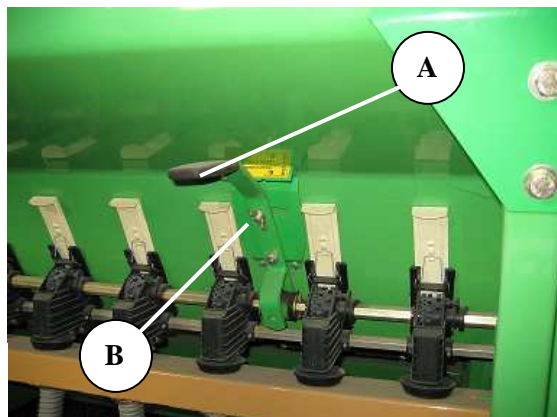

Fig. 20-00
El cambio de un dentado a otro se realiza a través de la palanca (A) de la Fig.20-00. Esta palanca tiene dos posiciones, una para dentado fino y otra para dentado normal. Para cambiar habrá que seguir los siguientes pasos:
1.- Aflojar la tuerca (B) de la Fig. 20-00.
3.- Una vez que coinciden perfectamente las marcas, se desplaza la palanca (A) de la Fig.20-00 en la posición izquierda. Según el sentido de la marcha de la máquina, de este modo tendremos el dentado normal y en la posición derecha según el mismo sentido de la marcha, el dentado fino.
4.- Una vez seleccionado el tipo de dentado, se fija la palanca por medio de la tuerca (B) Fig.20-00 y los distribuidores quedan en disposición de trabajo.